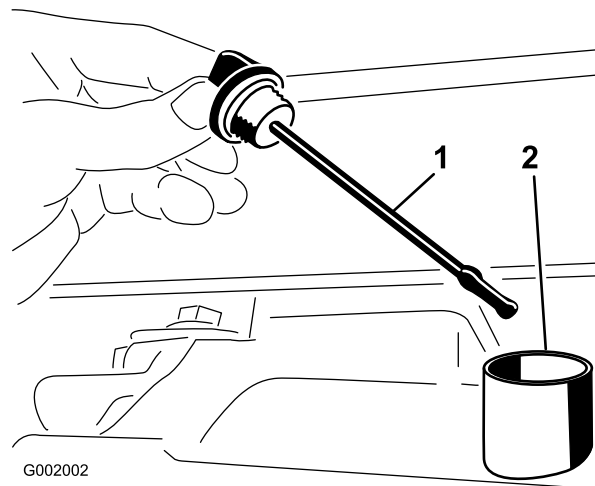

Figura 37
2. Retire a vareta da transmissão e limpe-a com um pano limpo (Figura 37).